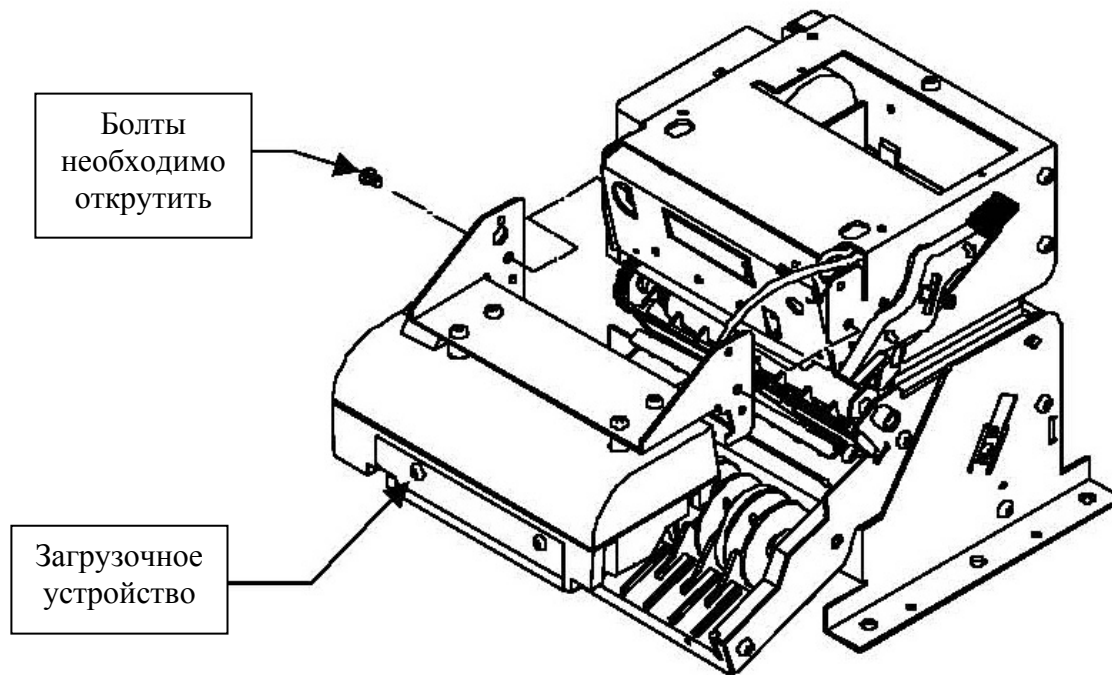

Рисунок 18 – Демонтировать загрузочное устройство.
1. Демонтировать загрузочное устройство, открутив болты (см. рис. 18).
2. Освободить крючок кнопки, используя отвёртку. Удалить кнопку, крючок и пружину (см. рис. 18).